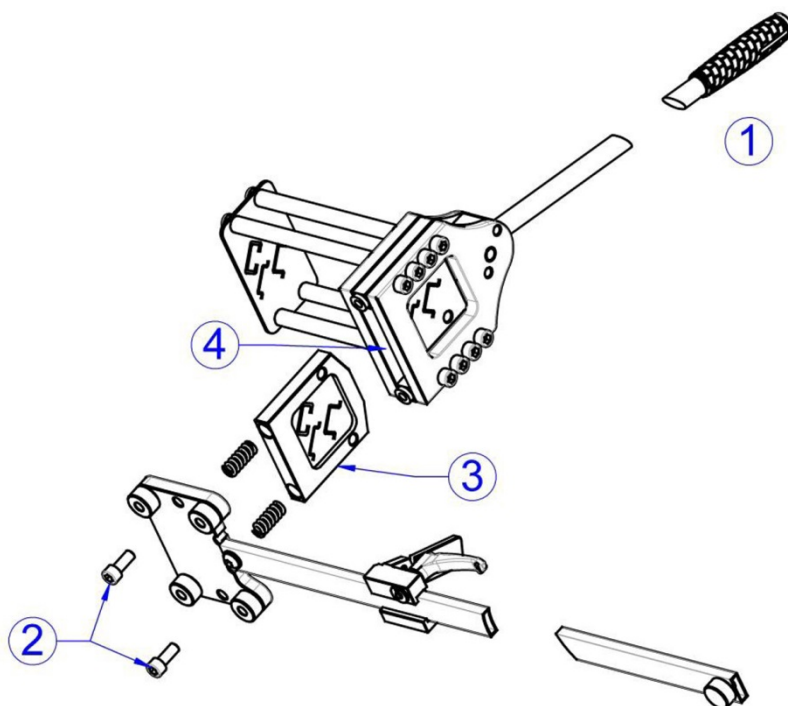

Fig. 9 : entretien de la plaque de coupe
- Basculer le levier (fig. 9, pos. 1) complètement en arrière.
- Desserrer les deux vis M10 (fig. 9, pos. 2) sur la face inférieure de l'appareil.
- Ôter la plaque de coupe de l'appareil vers le bas (fig. 9, pos. 3).
- Nettoyer l'intérieur (fig. 9, pos. 4) du dispositif de coupe et le souffler à l'air comprimé.